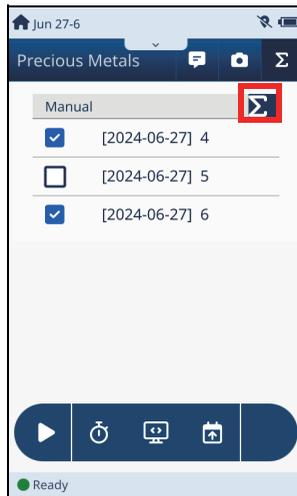

图 3-6 实时视图：某些结果被排除在外
2. 点击一个或多个复选框，将这些结果排除在平均计算之外（参见第110页的图 3-6）。
3. 点击列表上的**Average**（平均）按钮（），开始计算平均值（参见第110页的图 3-6）。